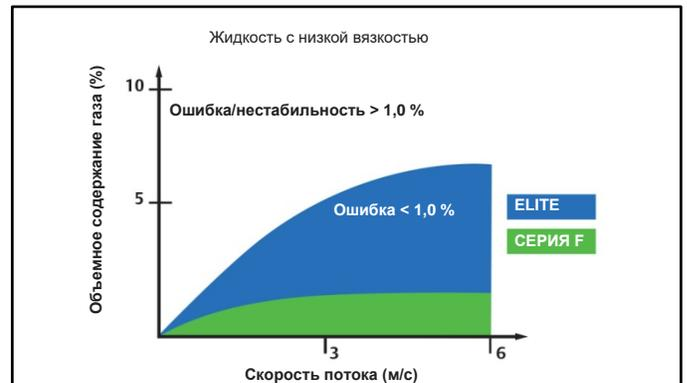

Рис. 10. Лабораторные условия — вода с воздухом
- **Вязкость.** В жидкостях с высокой вязкостью, как правило, пузырьки лучше удерживаются во взвешенном состоянии, чем при низкой вязкости, сохраняя свое первоначальное положение и распределение. В жидкостях с высокой вязкостью пузырьки чаще остаются рассредоточенными, а при низкой вязкости маленькие пузырьки могут объединяться в большие, которые с большей вероятностью собираются вместе. На рис. 10 и 11 показаны ожидаемые лабораторные результаты для жидкостей с низкой и высокой вязкостью.